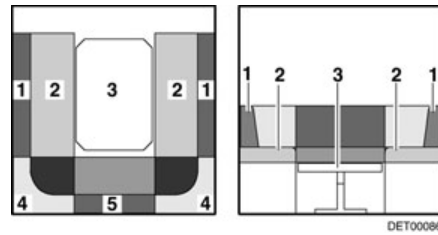

Fig. 120 Pendant la transformation
- Tirer les coussins d'assise (Fig. 120,2) vers le centre.
- Placer les coussins de dossier (Fig. 120,1) entre les coussins d'assise et la paroi extérieure.
- Retirer les coussins de dossier (Fig. 120,4 et 5) et les placer de côté.